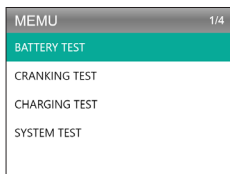

Figura 4.2.2
2. Per eseguire un test della batteria, selezionare Battery Test e premere [OK] (vedi Figura 4.2.2).